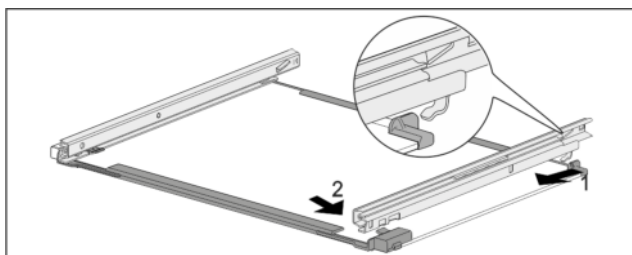

Fig. 169 Glasplatte mit Schienen
- Schiene hinten einhaken. Fig. 169 (1)
- Schiene vorne einrasten. Fig. 169 (2)